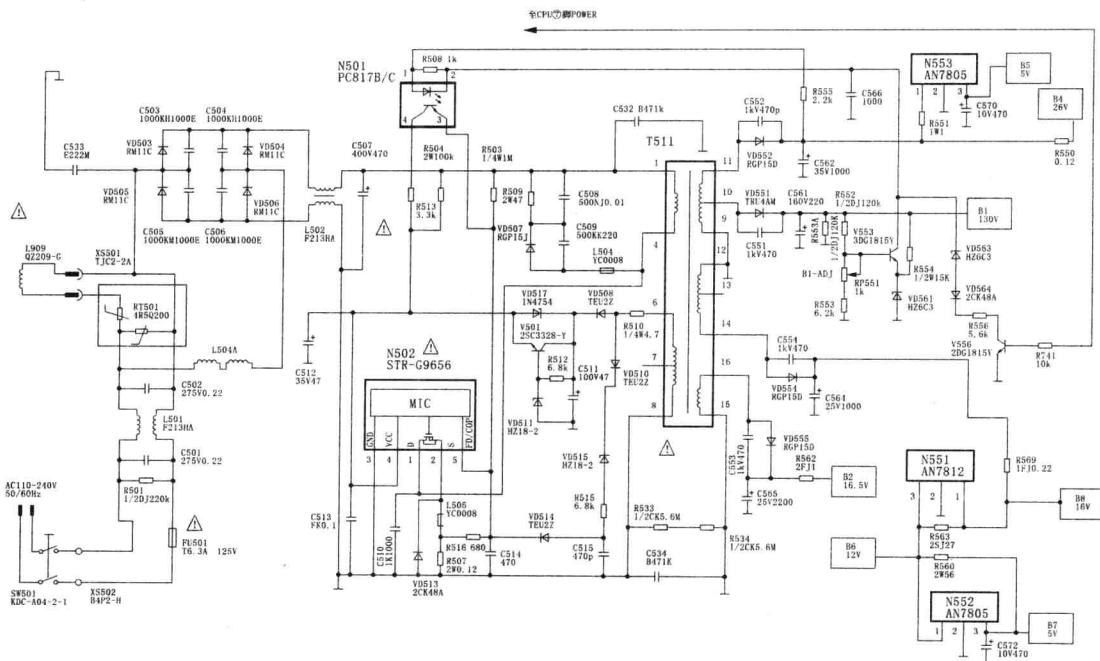

图 2-2 SVA D3405F 型彩电开关电源电路
工作原理 (图 2-2)220V 交流电经开关 SW501、熔断丝 FU501、互感滤波器 L501,由桥式二极管 VD503 ~ VD505 整流输出 300V 直流电压,再经互感器 L502、C507 滤波。此电压一路经开关变压器 T511 的①—④初级绕组加到集成电路 N502 (STR-G9656) 的①脚(即开关场效应管的漏极 D),另一路经启动电阻 R504 加到 N502 的④脚,提供正反馈电压,维持开关电路的振荡状态。